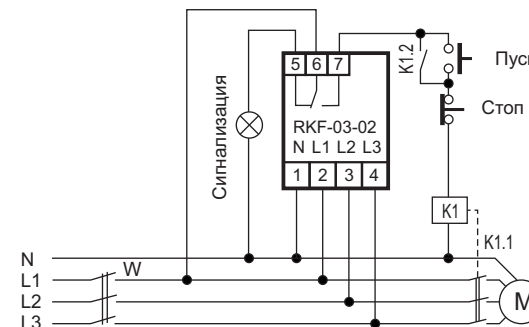

Рис.2. Схема подключения
**8.2.** Подключить нагрузку к изделию (см. рис.2). Для этого, используя одножильный или многожильный провод с двойной или усиленной изоляцией сечением соответствующей мощности нагрузки. Переменное **3-фазное** напряжение **380 В, 50 Гц** подается на контакты 2, 3, 4, 5 изделия и на силовые контакты **K1.1** контактора **K1** соответствующей мощности. Напряжение может подаваться через выключатель **W** или напрямую.